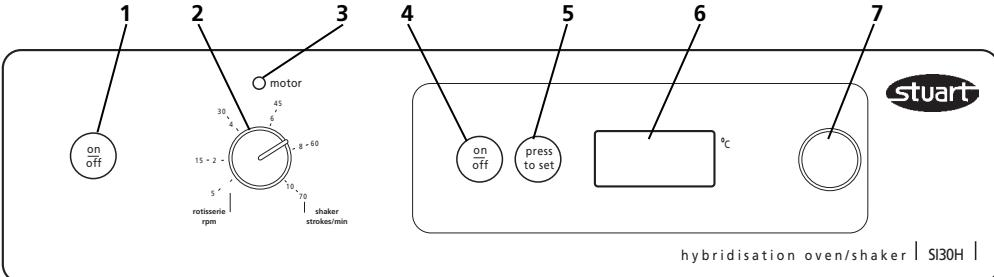

Fig 3: Commandes du panneau avant
- Les commandes de température de l'étuve se situent sur le côté droit du panneau de commande (numéros 4 à 7 sur la figure 3).
- 5.6 Les commandes de vitesse se trouvent sur le côté gauche du panneau de commandes (numéros 1 à 3 sur la figure 3). Mettez le tournebroche / agitateur sous tension en appuyant sur le bouton marche/arrêt (1). Le voyant indicateur rouge (3) au-dessus du sélecteur de vitesse (2) va s'allumer.